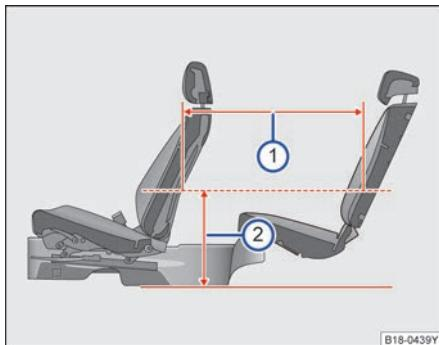

图 65 座椅座间距
当前排座椅前后位置：座椅最后往前滑动 125mm，高度及靠背角都处于设计位置；后排座椅位于设计位置时，在距离地板位置 474mm 处⇒图 65②，座间距为 831mm⇒图 65①